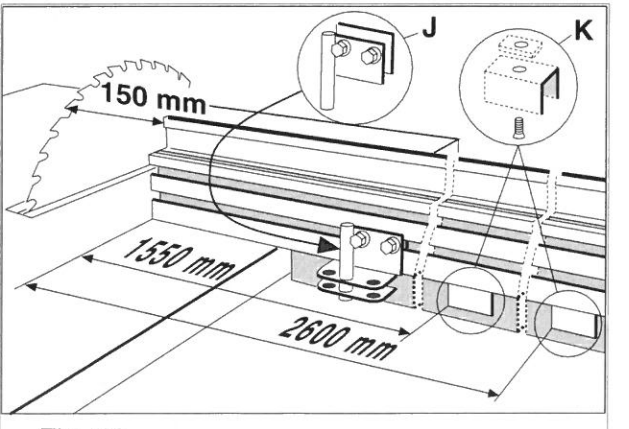

Fig. 12
- Monter to braketter **K** som vist i *fig. 12* ved å skyve mutteren inn i aluminiumsprofilen. Vær nøye med at brakettene monteres midt i sporet, henholdsvis **1550** og **2600 mm** fra enden nærmest sagen, slik at anholdet ikke bøyes ved montering.
- Monter braketten **J** som vist i *fig. 12* ved å skyve mutteren inn i aluminiumsprofilen. Monter anholdet på det faste rullebordet ved å senke anholdet ned på sidevangen. For at målebåndet skal vise riktig stilles sagbladet i kappstilling **0°**, og avstanden mellom sagbladets tenner og anholdet justeres til **150 mm**. Brakettens skruer trekkes til. Bruk materialstopperen og kontroller at innstillingen er riktig ved å foreta en prøve­kapping.